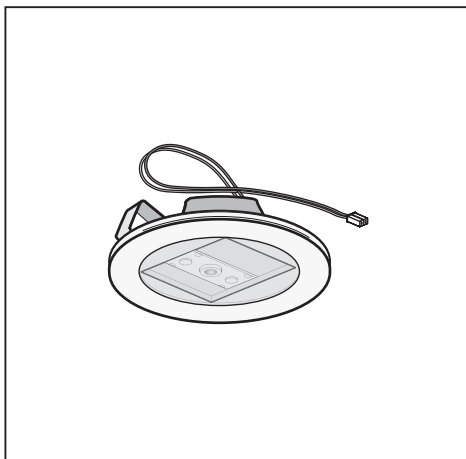

Fig.6
• Sostituzione delle lampade LED (Fig.6):